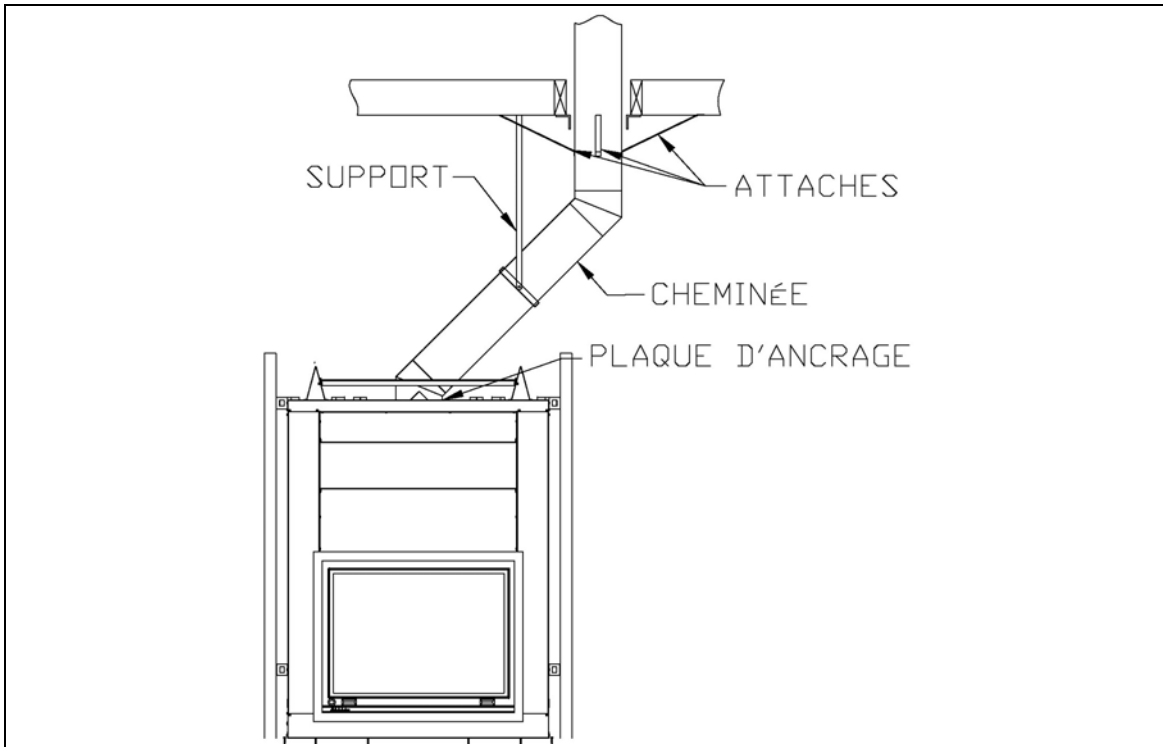

Figure 34
1. Installez le premier coude; tournez-le dans la bonne direction. Fixez-le à la cheminée en suivant les instructions du fabricant de la cheminée. Dans de nombreux cas, il est recommandé de fixer les raccords à l'aide de trois (3) vis à métal de ½" (12 mm).
2. Installez les sections de cheminée qu'il faut pour obtenir le décalage nécessaire. Verrouillez les sections de cheminée ensemble en suivant les instructions du fabricant de la cheminée. Dans de nombreux cas, il est recommandé d'utiliser trois (3) vis de ½" (12 mm). Si la section décalée comporte deux sections de cheminée ou plus, de nombreux fabricants de cheminée exigent que vous utilisiez un support de décalage ou de toit à moitié chemin du décalage. Si la cheminée traverse un mur, installez un coupe-feu mural fourni par le fabricant de la cheminée (voir Figures 34 et 35).